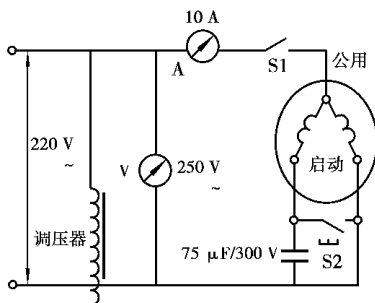

图 4.9 压缩机升压启动法
②低压区查漏与修复。对于单门冰箱和间冷式冰箱,当蒸发器泄漏时,可设法将蒸发器拆卸下来查出泄漏点。而直冷式双门(或多门)冰箱,由于冷冻室蒸发器都为内藏式的,冷藏室蒸发器外露,有的内藏,故需用此法来进一步查漏(具体连接方法如图 4.9 所示)。
压缩机通电后,若电流很大,几秒后过载保护触点断开,压缩机不启动。经测量启动继电器和电机阻值都正常,对地绝缘电阻也良好,这表明压缩机出现抱轴或卡缸故障。故障原因是冷冻机油过少、过脏,油路堵塞,温升过高。排除方法:用一木块垫在压缩机壳顶部中心,用手锤猛击木块,然后围绕压缩机周围敲击几下,使轴或活塞松动之后再启动。如仍不能启动,再采用人工强行启动法启动。在启动绕组中串联一个 $75 \sim 100$ 微法/300 伏的交流电解电容,并接入调压器(如图 4.9 所示),由 220 伏逐渐升高至 240 伏进行启动。启动时,先断开 S2,后闭合 S1。每次调高 5 伏,启动后即可闭合 S2。每次强行启动时间不要过长,以免烧坏电机。